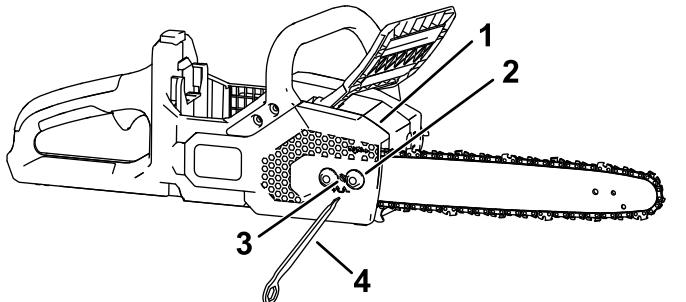

Figura 31
5. Usando la herramienta multiuso integrada, afloje las tuercas prisioneras de la cubierta lateral, pero no la retire (Figura 31).
7. Usando la herramienta multiuso integrada, ajuste la tensión de la cadena, y luego sujeté la cubierta lateral a la motosierra apretando las tuercas prisioneras (Figura 31).
2. Retire la cubierta lateral aflojando las 2 tuercas prisioneras que la sujetan (Figura 31).
3. Afloje la cadena girando el tornillo de apriete de la cadena en sentido antihorario (Figura 31).